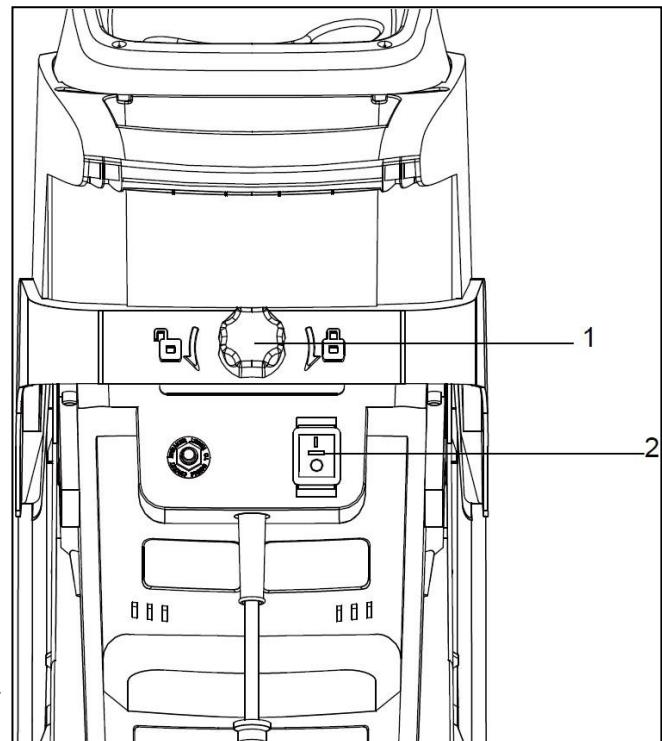
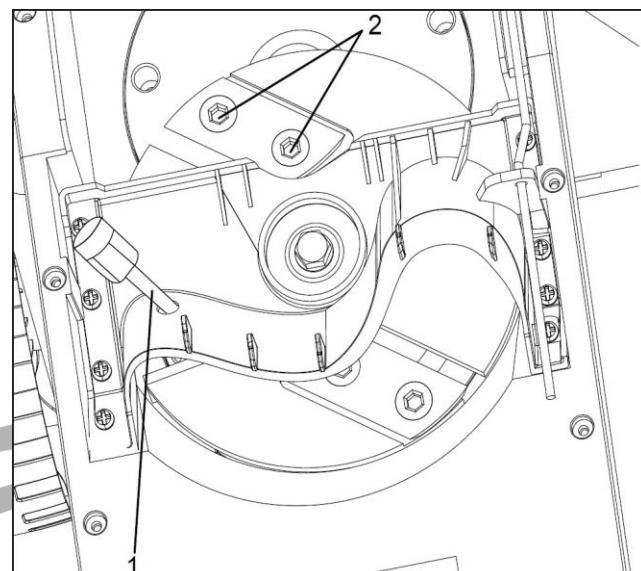

Fig. 4
Fig. 5
2. Verificare che la tramoggia sia vuota. Chiudere bene la tramoggia ruotando la manopola di blocco della tramoggia (Fig. 4 - 1) in senso orario. Il trituratore non funziona se la tramoggia è aperta o non completamente chiusa.
4. Collegare il trituratore a una fonte di alimentazione e portare l'interruttore di alimentazione in posizione ON (Fig. 4 - 2).
6. Inserire lentamente il materiale da triturare nella tramoggia attraverso lo scivolo di alimentazione (Fig. 5). Tenere i rami a distanza di sicurezza dallo scivolo di alimentazione fino a quando non vengono automaticamente trascinati nel trituratore.
1. Per riavviare il trituratore, premere prima il pulsante di reset (Fig. 4 - 1). Quindi portare l'interruttore di alimentazione in posizione di accensione.
2. Svitare completamente il pomello di bloccaggio della tramoggia (Fig. 4 - 1) fino a farlo scattare. Aprire la tramoggia per accedere alla testa di taglio (Fig. 5).
4. Ruotare la testa di taglio in modo che appaia come illustrato nella Fig. 5. Per evitare che la testa di taglio ruoti durante il cambio della lama, inserire un'asta attraverso il foro della protezione della lama (Fig. 5 - 1) e la fessura nella testa di taglio.
6. Ogni lama è fissata con due bulloni esagonali (Fig. 5 - 2). Rimuovere la lama dal bordo interno della protezione della lama, dove è possibile accedere a entrambi i bulloni esagonali.